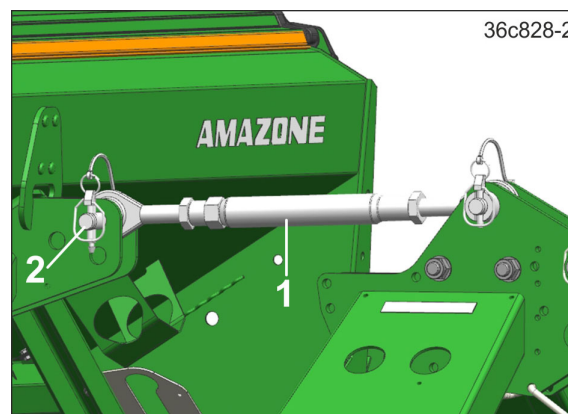

Рис. 130
8. Закрепите верхнюю тягу (Рис. 130/1) 2 пальцами верхней тяги (Рис. 130/2) на почвообрабатывающей машине и на насадной сеялке.